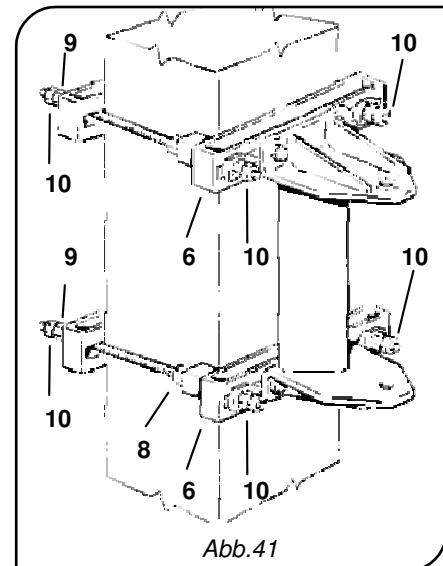

Abb.41
8. Die hinteren Feststellmuttern **9** der Zugstangen mit einem Drehmomentschlüssel fest mit den in Bezug auf den Durchmesser der Zuganker vorgesehenen Anzugsmomenten (siehe Tabelle S. 12) anziehen; anschließend die Muttern mit den Sicherheitsmuttern **10** vor einem Lösen sichern (Abb. 41).